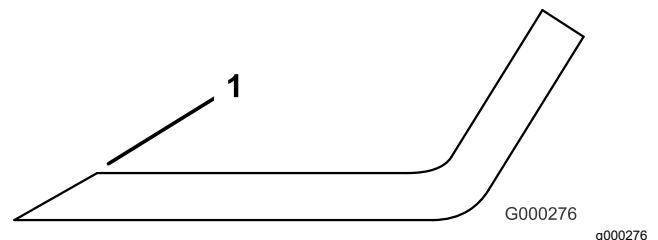

図 86
3. すべてのブレードの刃先を点検し、刃先が丸くなっていたり打ち傷がある場合には研磨する 図 86。
注 研磨は刃先の上面だけに行い、刃の元々の角度を変えないように十分注意する 図 86。両方の刃先から等量を削るとブレードのバランスを維持することができます。